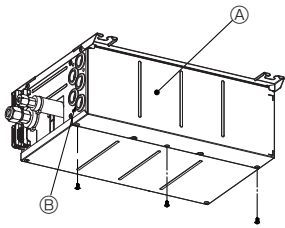

Fig. 8-1
1. Βγάλτε τις βίδες του καλύμματος. (Fig. 8-1)